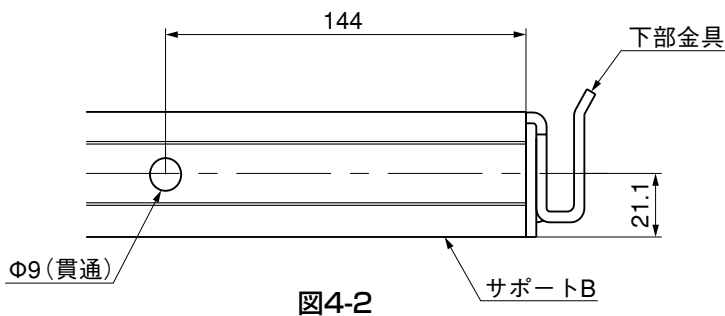

図4-2
- ① サポートBにΦ9の貫通穴を加工してください。(図4-2)